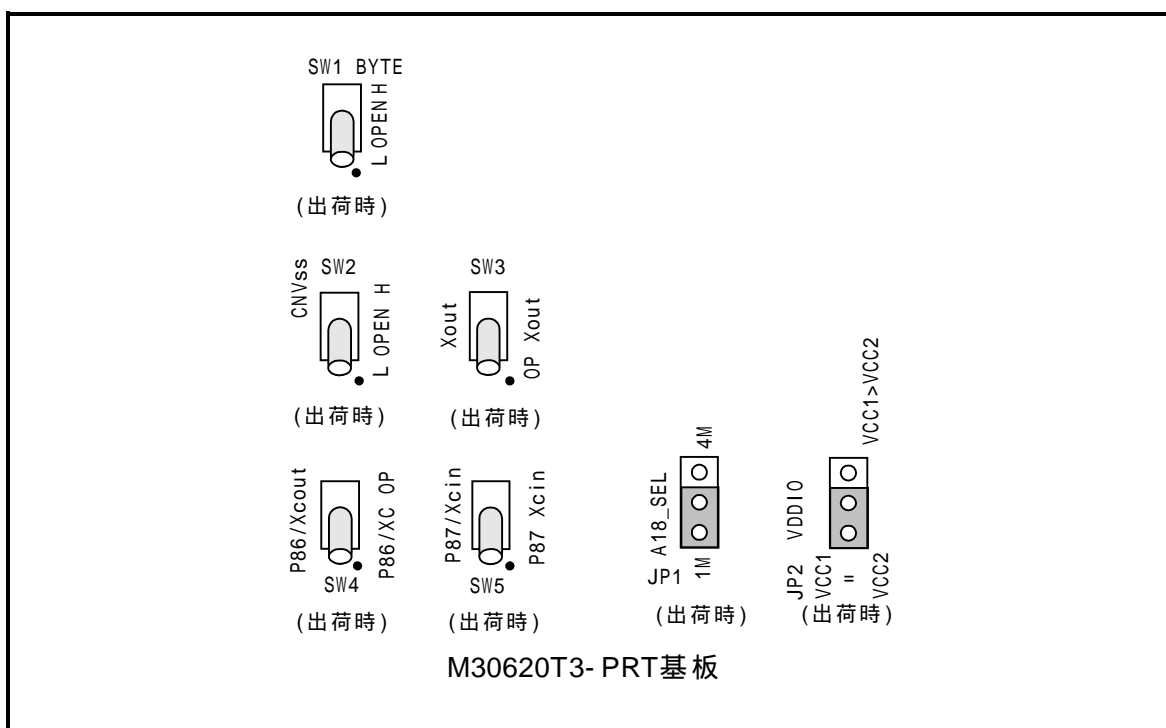

図 4.3 セルフチェック時のスイッチ設定 (=出荷時の設定)
- (1) エミュレーションポッド内のスイッチ設定を出荷時の設定(図 4.3)にしてください。
- (2) ターゲットシステムが接続されている場合は、ターゲットシステムを外してください。
- (3) 電源投入後、2秒以内に PC4701 フロントパネルのシステムリセットスイッチを押し、メンテナンス用の特殊モードに切り替えます。
- (4) “SAFE”のLEDが点滅開始するのを確認後、もう一度システムリセットスイッチを押してください。
- (5) セルフチェックを開始します。約 40 秒で正常終了表示されればセルフチェック終了です。
- 本製品内部のスイッチが出荷時の設定(図 4.3)になっているかご確認ください。